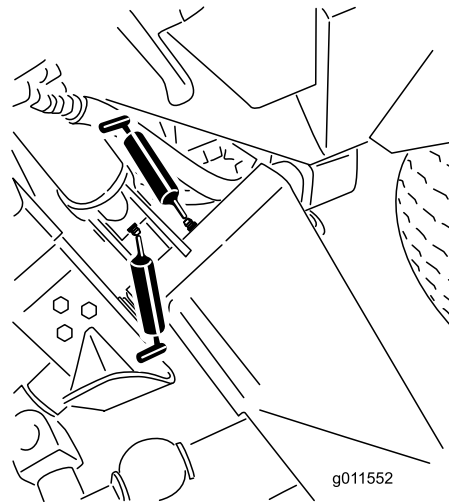
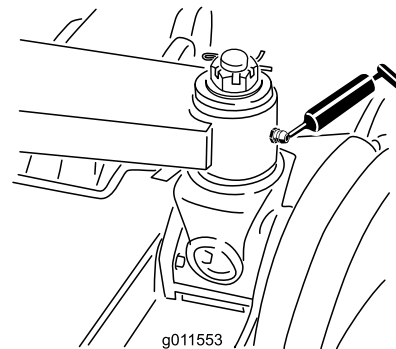

Figura 44
Figura 45
- Boccole (6) del braccio di sollevamento principale (Figura 44 e Figura 45)